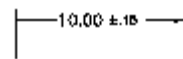

图 8-32 匀称偏差
- Symmetrical 设置如图 8-32 所示的尺寸的匀称偏差。